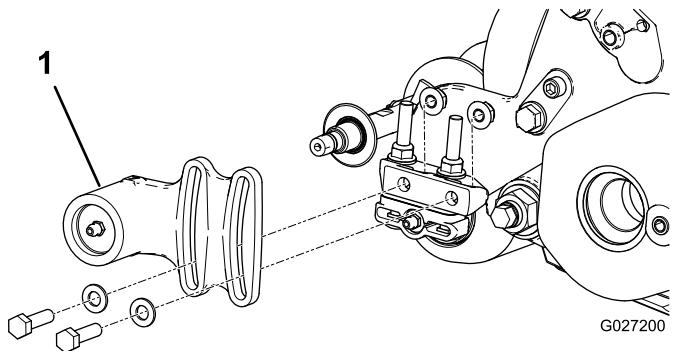
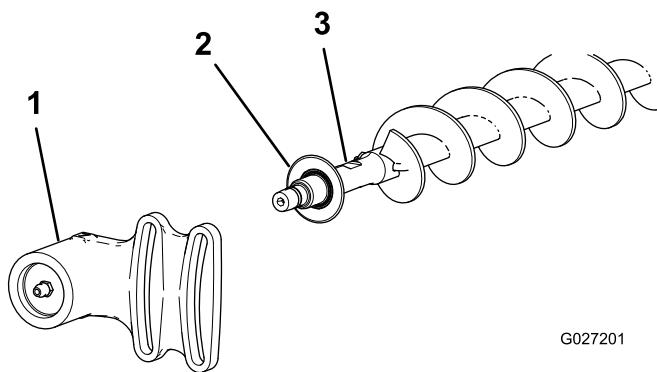

Figura 18
Figura 19
- Si hay un cepillo del rodillo instalado en la unidad de corte, retire los 2 pernos, las arandelas y las tuercas que sujetan el alojamiento del cojinete del lado sin transmisión al soporte de montaje del alojamiento del cojinete (Figura 18 y Figura 19).
- Retire el alojamiento del cojinete del lado sin transmisión, y el retén, del eje del cepillo (Figura 19).
9. Instale el retén y el alojamiento del cojinete del lado sin transmisión sobre el eje del cepillo (Figura 19).